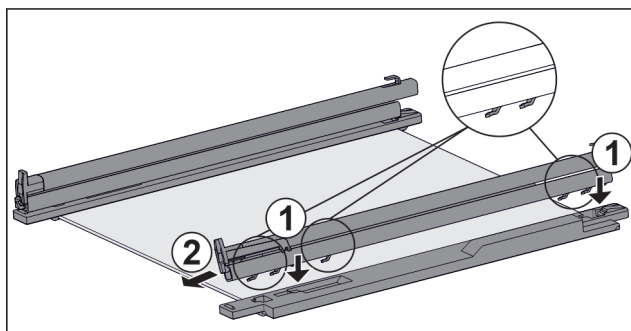

Fig. 227 Tablette en verre avec rails et pièces de retenue
- ▶ Placer les crochets du rail sur les ouvertures de la pièce de retenue de **gauche**. Fig. 227 (1)
- ▶ Tirer le rail vers l'avant. Fig. 227 (2)
- ▶ Placer les crochets du rail sur les ouvertures de la pièce de retenue de **droite**. Fig. 227 (1)